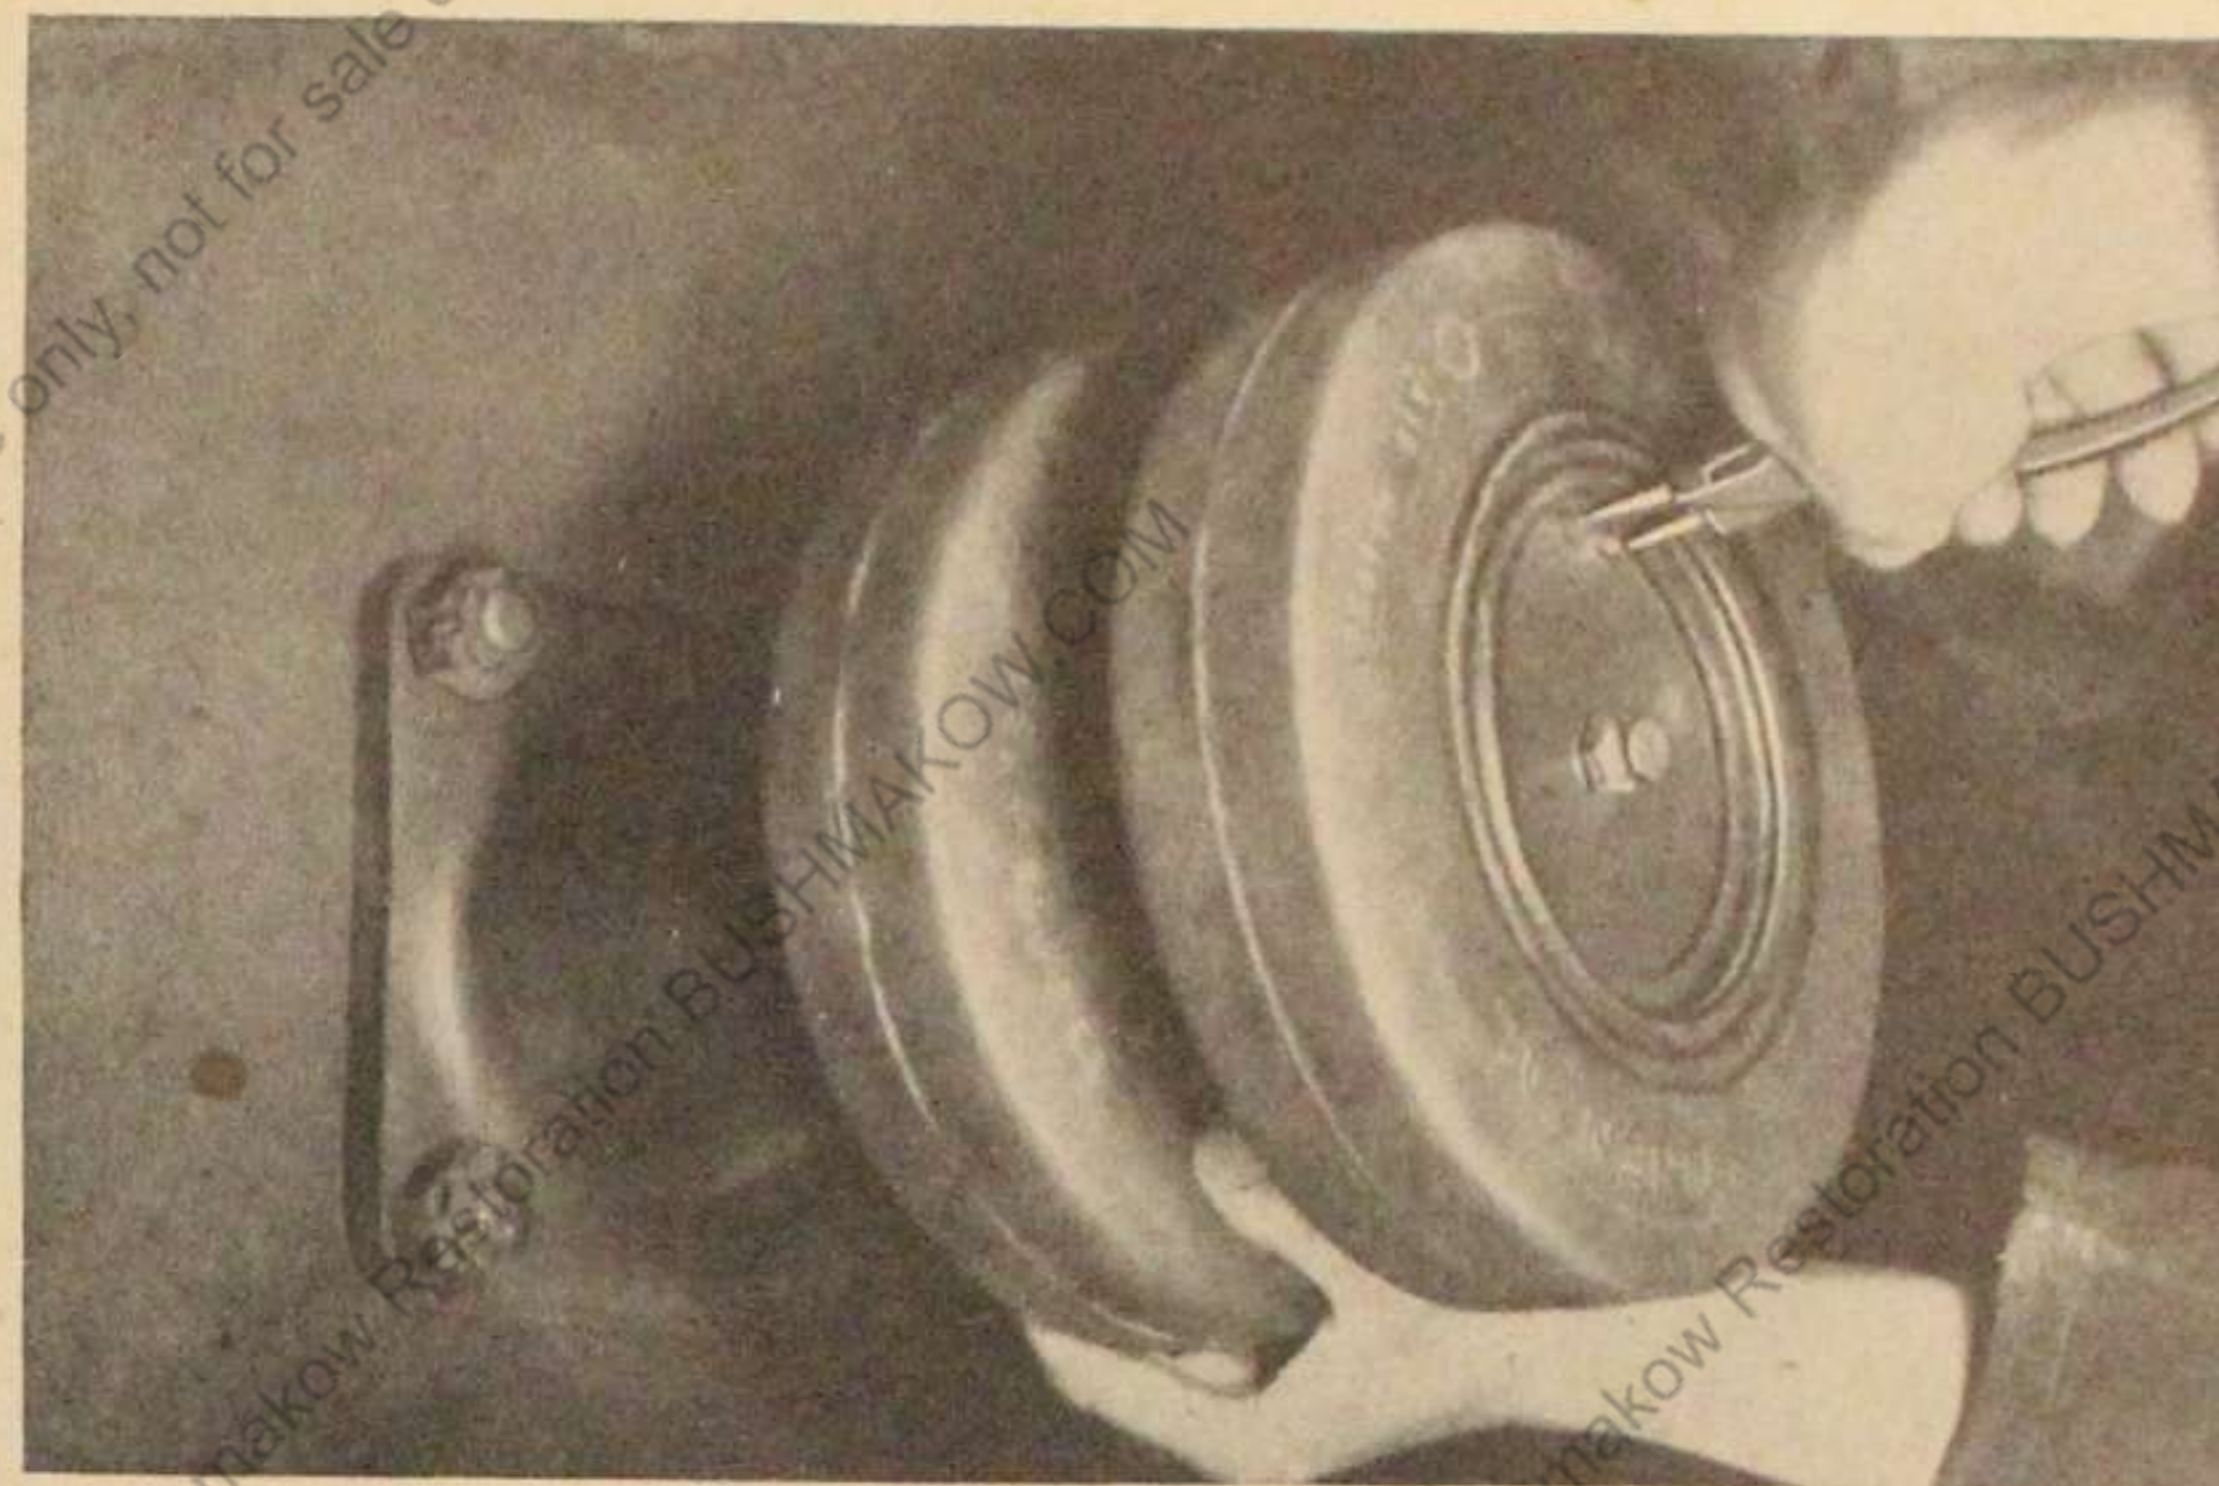

Bild 58
3. Seegerring (63/1) des vorderen Abschlußdeckels mit Rundzange ausbauen (Bild 58).